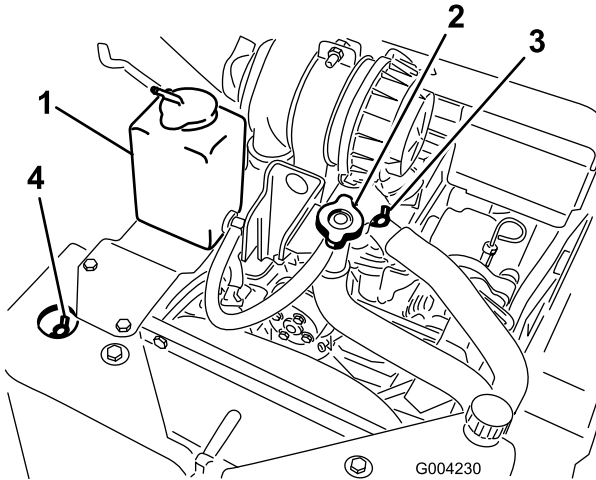

Figura 15
- A. Retire el tapón de llenado de refrigerante (Figura 15).
- B. Abra las válvulas de purga de refrigerante delantera y superior (Figura 15).
- C. Vierta refrigerante por el cuello de llenado de refrigerante hasta que el refrigerante empieza a salir de la válvula de purga de refrigerante delantera (Figura 15).
- D. Cierre la válvula de purga de refrigerante delantera (Figura 15).
- E. Vierta refrigerante por el cuello de llenado de refrigerante hasta que el refrigerante empieza a salir de la válvula de purga de refrigerante superior (Figura 15).
- F. Cierre la válvula de purga de refrigerante superior (Figura 15).
- G. Vierta refrigerante en el cuello de llenado de refrigerante hasta que el nivel de refrigerante llegue al cuello de llenado (Figura 15).
- H. Coloque el tapón de llenado de refrigerante (Figura 15).
- I. Añada refrigerante al depósito de expansión hasta que llegue a la línea Lleno del lateral del depósito (Figura 15).